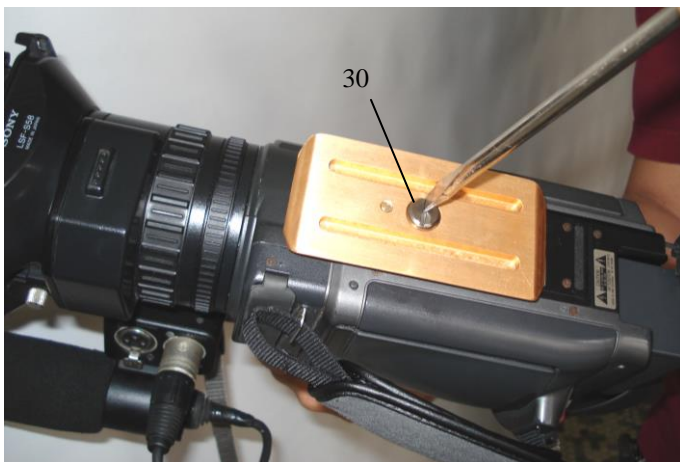

Figura 13: Fixação da placa de engate rápido na câmera.
- Afrouxar a borboleta de ajuste frontal (33). Empurrar para cima a trava de segurança (35) e mantê-la nesta posição para deixar livre a placa de engate rápido (31) em relação à mesa universal (32).
- Fixar a placa de engate rápido na base da câmera, por meio do parafuso do adaptador (30), ver figura 13. O parafuso segue o padrão do mercado de cine-vídeo.